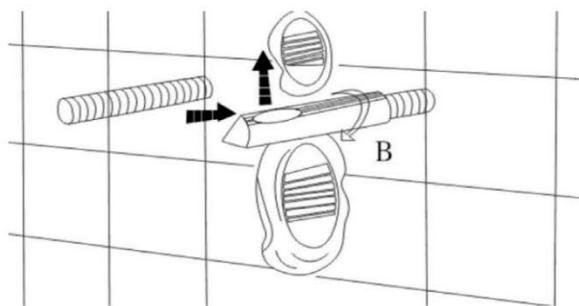
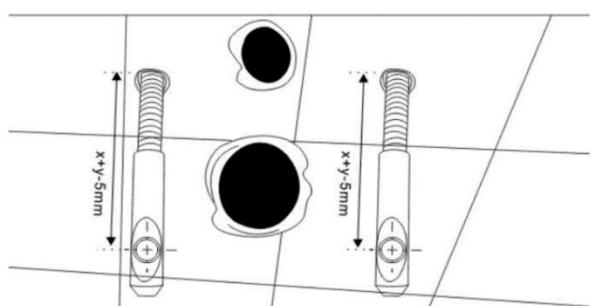

рис. 10
рис. 11
- Закрепите гайку В как показано на рис.10 и рис.11.